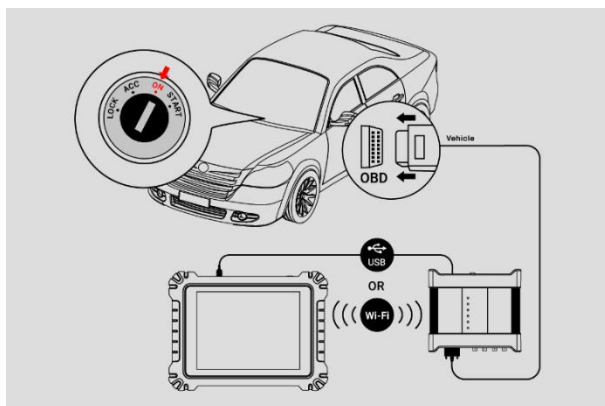

Figura7-107 Diagrama de Conexão
1. Consulte a Figura7-107 Diagrama de Conexão Para completar a conexão, coloque a chave na ignição.